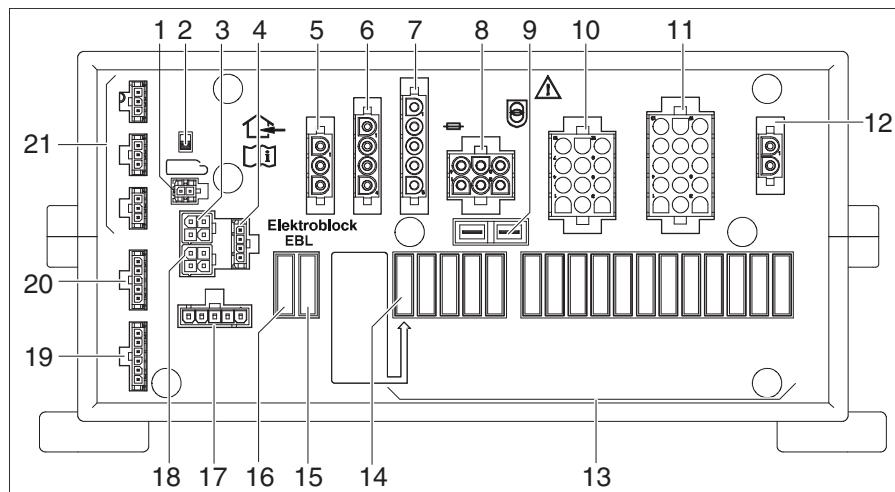

Fig. 265 Centralina elettrica (EBL 402/403)
**Ubicazione** Il blocco elettrico EBL 402/403 (Fig. 265) si trova nel garage di coda, sul lato destro.
- ▷ L'interruttore staccabatteria (Fig. 265,2) disconnette dalla rete a 12 V tutte le utenze collegate alla centralina elettrica.
- Spegnere e accendere per tre volte, in successione, l'interruttore scaricabatteria (Fig. 265,2).